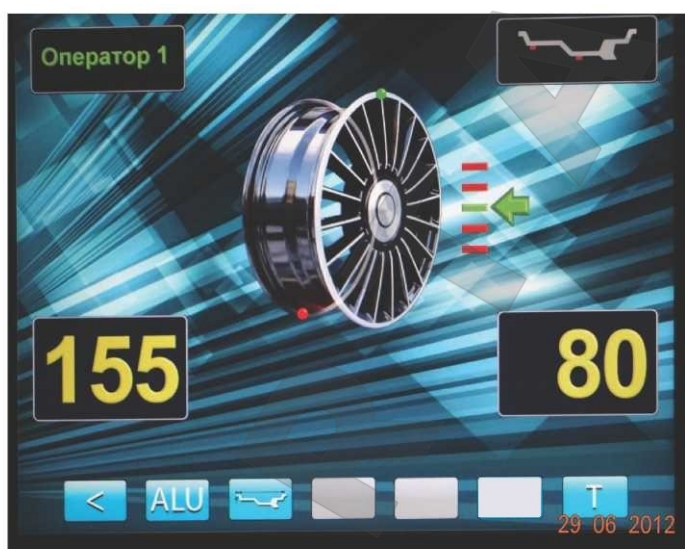

рис.12.1.
12.1.6. Запустите СБ, опустив защитный кожух, либо нажав кнопку «START». На экране основного рабочего режима изображение диска колеса начнет вращаться. После окончания цикла измерения автоматически включится тормозное устройство и вал СБ остановится. В окнах 1 и 4 появятся значения масс балансировочных грузов в граммах, а на изображении диска появятся две красные точки, отмечающие места их установки (рис.12.1).